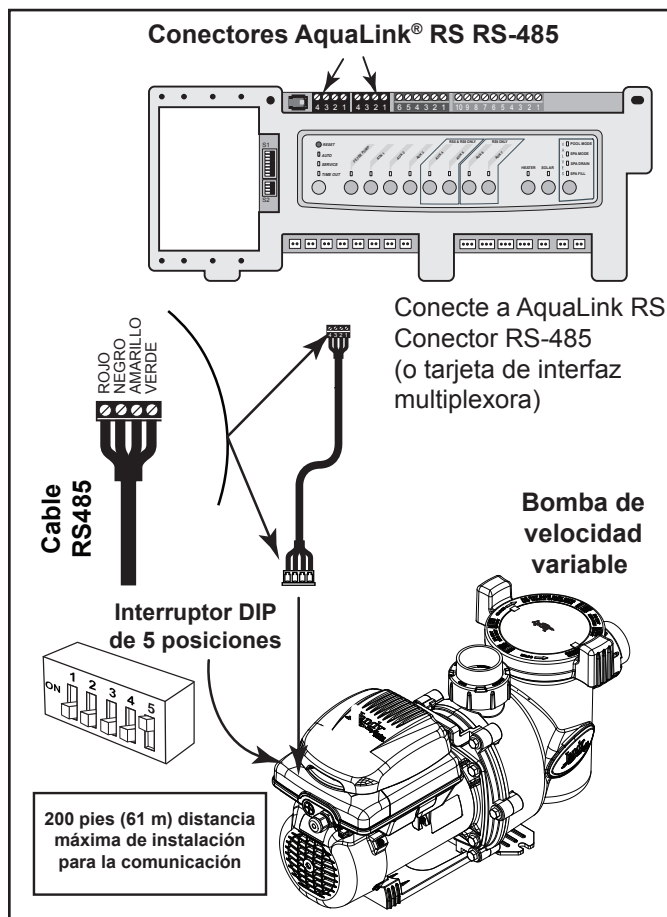

Figura 7. Cableado del controlador AquaLink RS o AquaLink PDA a la bomba VS-FHP1.0
en la posición “ON” (encendido). Véase Figura 7.
6. Conecte el cable nuevo RS-485 del AquaLink a través del aditamento de compresión disponible y pase el cable conductor tetrafilar a través del puerto roscado de la unidad del motor que esté más cerca al conector. Figura 7.
7. Conecte el otro extremo del cable al conector RS-485 en el AquaLink® RS (o tarjeta de interfaz multiplexora), haciendo coincidir los colores de los alambres con las posiciones del conector de la siguiente manera: 1-rojo, 2-negro, 3-amarillo y 4-verde. Véase Figura 7.
7. Asegure la cubierta del bolsillo y la junta con seis (6) tornillos a la base del controlador de velocidad variable en el motor.
8. Retire un (1) tornillo y la cubierta de acceso para completar las conexiones eléctricas al motor.
10. Prepare el cable e inserte otro conector de 4 pines asegurándose de que los colores del alambre concuerden con la Figura 7.
13. Verifique que la configuración del interruptor DIP concuerde con la Figura 7.